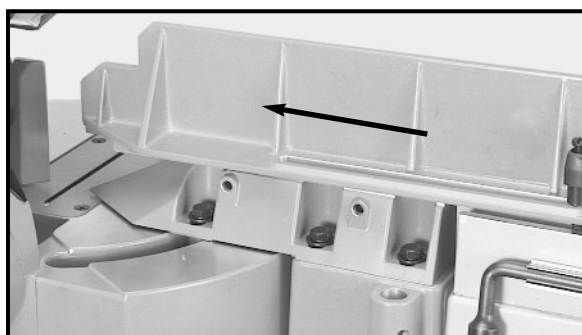
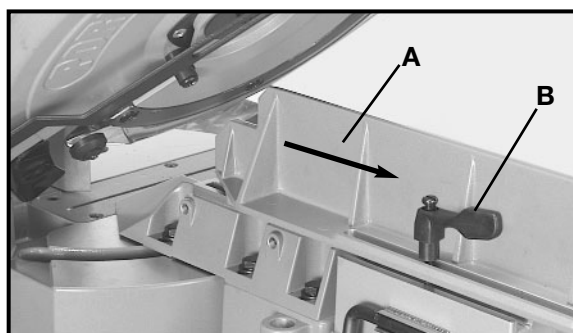

Fig. 25A
Fig. 25B
Le guide coulissant haut (A) fig. 25A apporte un appui supplémentaire pour la coupe des très grandes pièces et celui-ci doit toujours être réglé aussi proche que possible de la lame de la scie. Lors de la coupe d'onglets (lame réglée perpendiculairement à la table et en angle à droite ou à gauche), le guide doit être réglé complètement vers la lame, comme l'illustre la fig. 25A. Lors de la coupe en biseau (lame inclinée à un angle par rapport à la table), le guide (A) fig. 25B doit être éloigné au maximum de la lame pour obtenir un dégagement approprié pour la lame et le protège-lame, comme l'illustre la fig. 25B. Ceci se réalise en desserrant la poignée de blocage (B) et en couissant le guide (A) jusqu'à la position voulue. Resserrez la poignée de blocage (B).
**REMARQUE :** La poignée de blocage (B) est montée sur ressort et peut être repositionnée en la soulevant verticalement et en la resituant sur l'écrou dentelé qui se trouve sous la poignée.